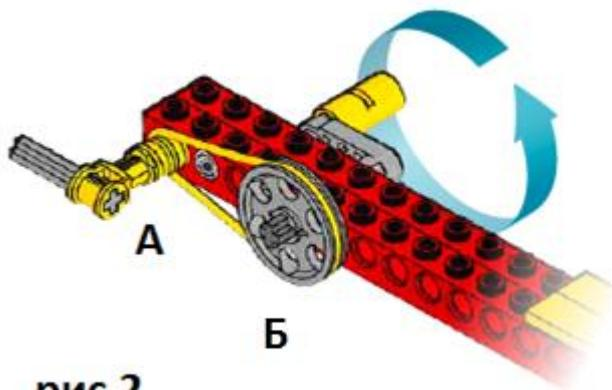

рис.2
Рассмотрите механизм на рис.2 и ответьте на вопросы:
7) С какой скоростью вращаются шкивы на рис. 2?